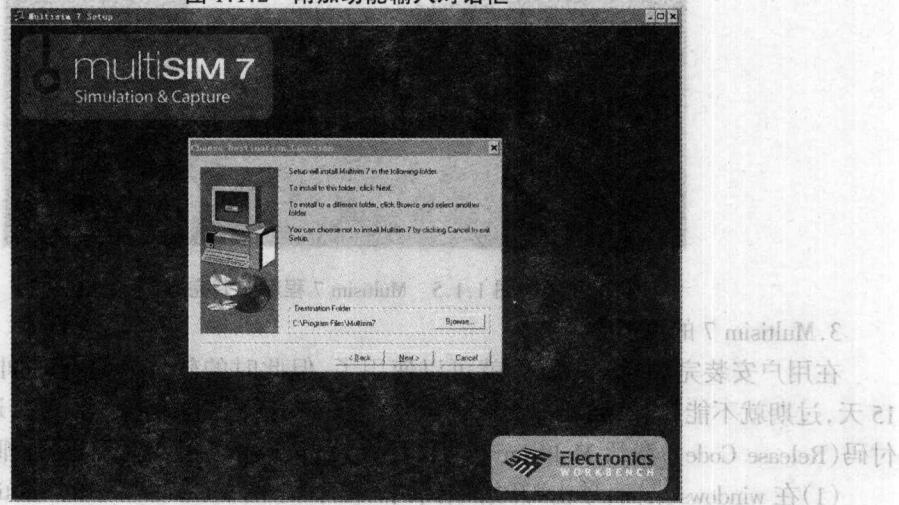

图 1.1.3 安装位置确认或更改对话框
(8)弹出安装位置确认或更改对话框如图 1.1.3 所示,选择合适的位置安装 Multisim 7 软件,在这里用户可以任意改动程序的安装路径。完成后单击“Next”按钮。